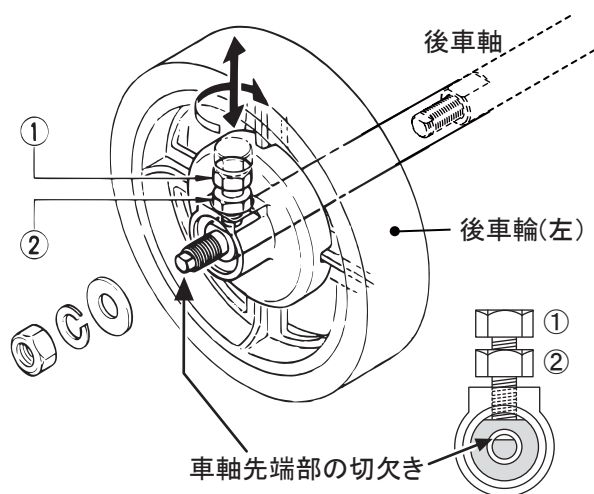

図 18
- デフロック機構(図18)
輪は固定してください。(15ページの図18)